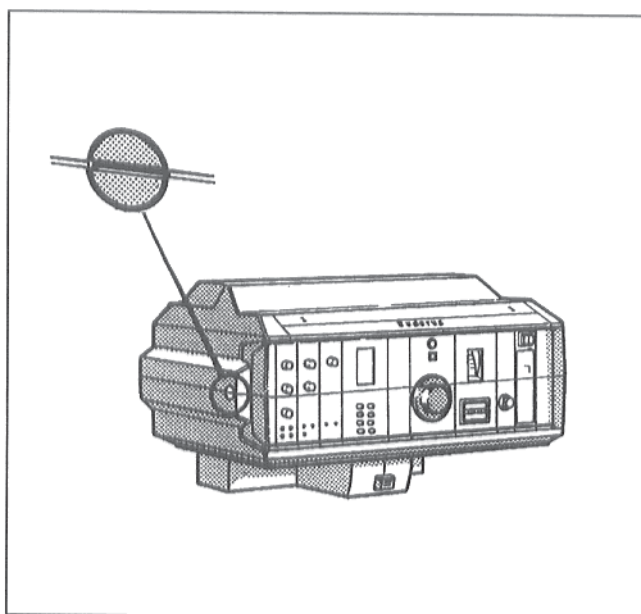

Рис. 1: Прозрачное покрытие удалить
- Установить паз прозрачного покрытия регулятора (рис. 1) в горизонтальное положение, например, при помощи монеты. Снять прозрачное покрытие в направлении вперед.
- Установить паз винта прозрачного покрытия регулятора (рис. 1) в горизонтальное положение, например, при помощи монеты. Снять прозрачное покрытие в направлении вперед.